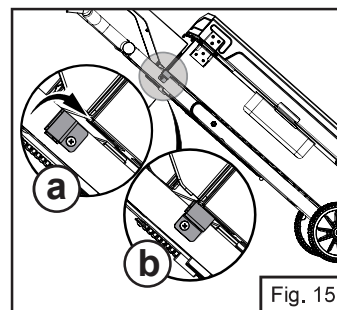

Fig. 15
3. Gire el cierre de las patas en el sentido de las agujas del reloj en la ranura para asegurar las patas (Fig. 15).